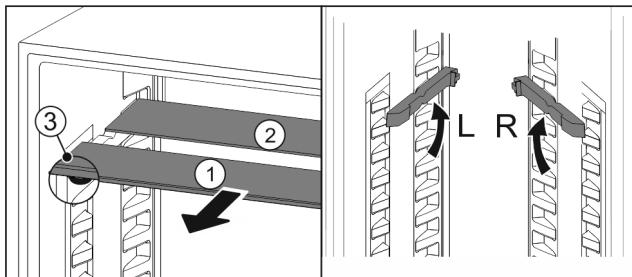

Fig. 27
- По одной извлеките Fig. 27 (1) стеклянные панели движением вперед.
- Стеклянная панель Fig. 27 (1) с декоративной планкой лежит спереди.
- Стопоры Fig. 27 (3) показывают вниз.